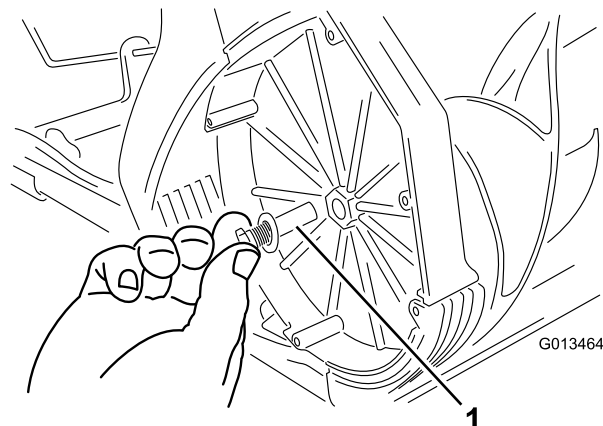

Figura 16
2. Retire el pasador del rotor (Figura 16).